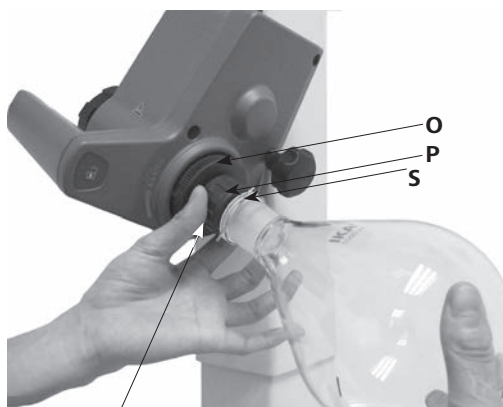

Fig. 15b
- Поверните пластмассовую гайку (P) с хомутом (S) против часовой стрелки так, чтобы хомут лег на фланец. (Fig. 15b)
- Теперь поверните пластмассовую гайку по часовой стрелке так, чтобы хомут плотно прилегал к фланцу. Для этого держите фиксатор (O) паропроводной трубки.
- Держите фиксатор (O) и откручивайте пластмассовую гайку, поворачивая ее против часовой стрелки. В результате этого плотно пригнанные испарительные колбы будут освобождены.